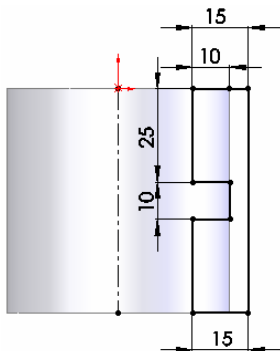
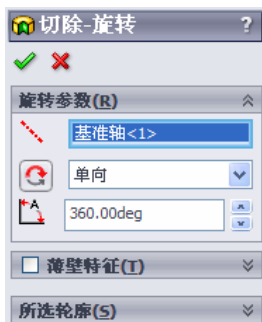

图 4-61 标注的草图
图 4-62 “切除-旋转”属性管理器
④ 设置基准面。在左侧的“FeatureManager 设计树”中用鼠标选择“上视基准面”作为绘制图形的基准面。
⑤ 绘制草图。选择菜单栏中的“工具”→“草图绘制实体”→“直线”命令和“中心线”命令，绘制草图并标注尺寸，结果如图 4-61 所示。
⑥ 执行旋转切除命令。选择菜单栏中的“插入”→“切除”→“旋转”命令，或者单击“特征”工具栏中的“旋转切除”图标。
⑦ 设置属性管理器。此时系统弹出如图 4-62 所示的“切除-旋转”属性管理器，按照图示进行设置。